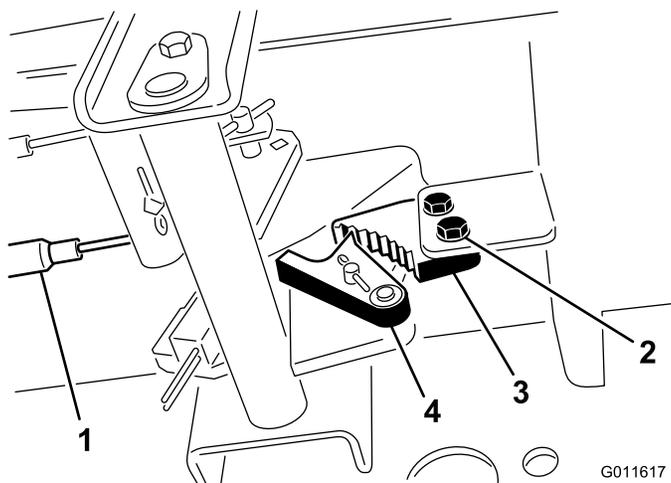

Рисунок 65
- Ослабьте два винта крепления защелки стояночного тормоза к раме (**Рисунок 65**).
- Нажмите педаль тормоза вперед, пока углубление тормоза не войдет полностью в зацепление с защелкой тормоза (**Рисунок 65**).